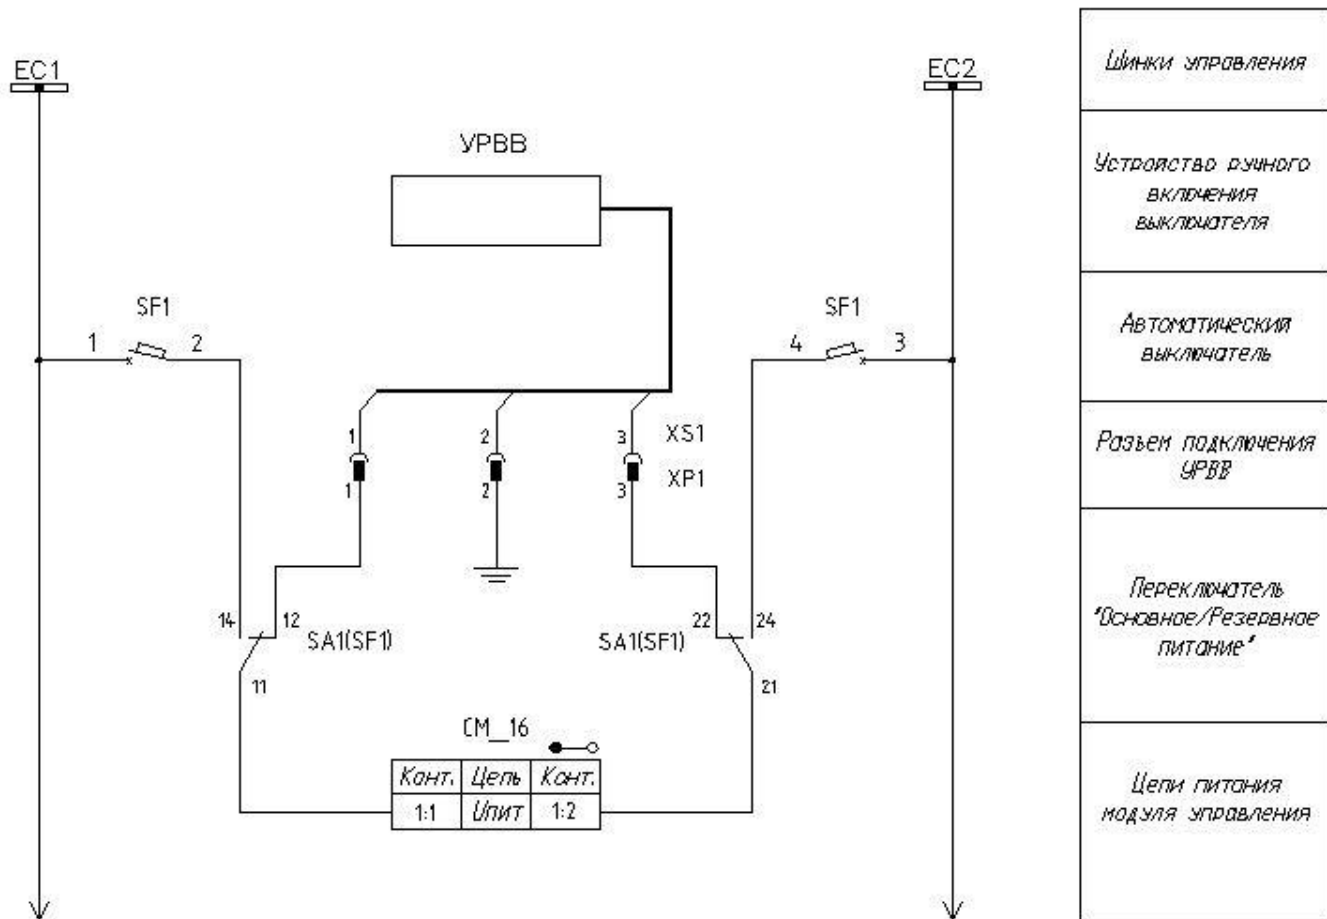
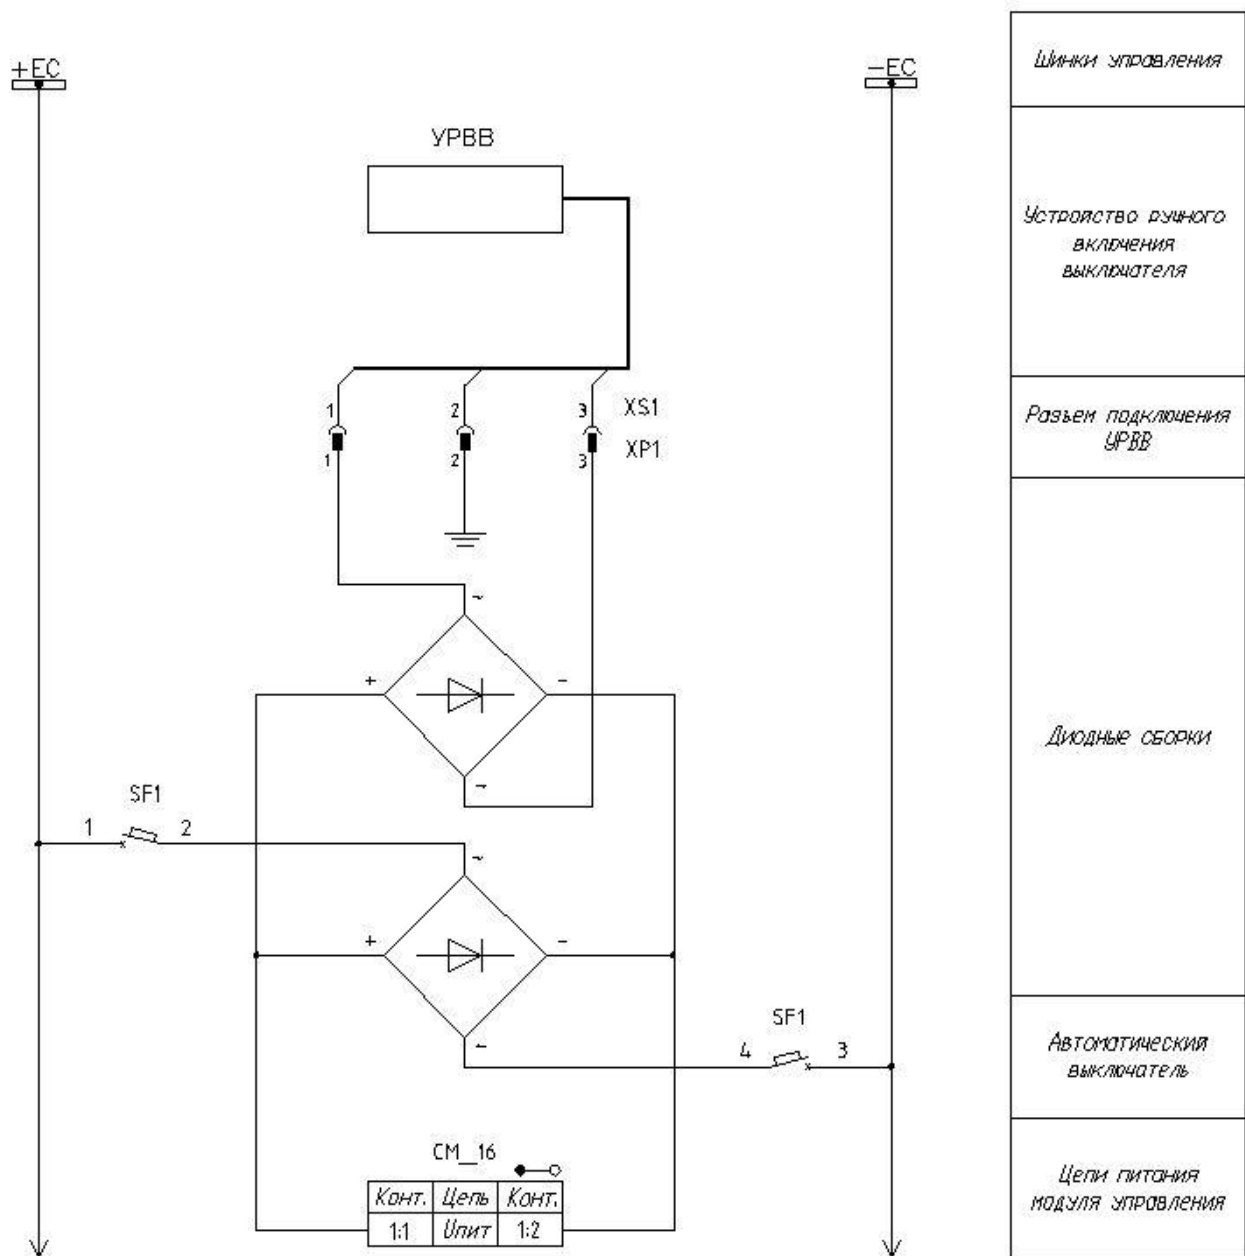

Рис.2. Подключение УРВВ к CM\_16.
Рис.3. Подключение УРВВ к СМ\_16 в схеме на постоянном оперативном токе.
УРВВ подключается на вход «Питание» модуля управления через переключатель «Основное/резервное питание» (см. Рис.2.). В качестве переключателя могут использоваться вспомогательные переключающие контакты автоматического выключателя оперативного питания. В схемах на постоянном оперативном токе возможно вместо переключающих контактов применять диодные мосты, например КВУ6G или их аналог (см. Рис.3.).
- Электрическое соединение должно выполняться в соответствии с одной из приведенных схем подключения (см. Рис.2. и Рис.3.).